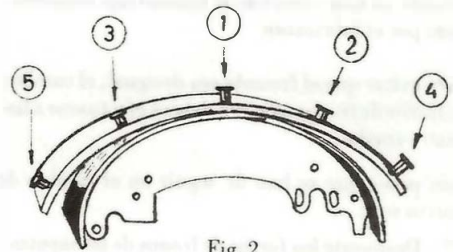

Fig. 2
- g. Ejecute el remachado, partiendo del centro hacia los extremos (fig. 2).